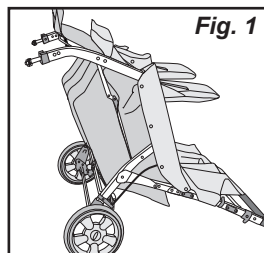
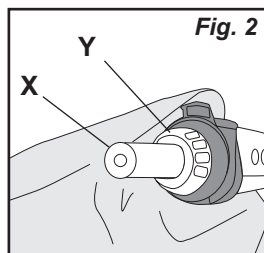
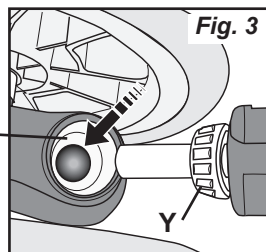

Fig. 1
Fig. 2
Fig. 3
1. Despliegue la carriola (A) en un suelo limpio, con el manillar hacia arriba (1) y el reposapiés delantero (2) en contacto con el suelo (Fig. 1).
2. Coloque el eje del tubo posterior (C) con el tubo de freno 3 hacia arriba y el extremo de montaje del eje trasero abierto hacia las patas traseras.
1. Alinee el orificio en la varilla del eje de la rueda trasera (B) con los orificios en conjunto del tubo del eje trasero (C). Deslice la rueda trasera con eje B en el conjunto del tubo del eje trasero (C) hasta el orificio la barra del eje trasero se alinea con el orificio en el tubo del eje trasero (Fig. 1).
2. Inserte el tornillo M6 x 34 mm (H) a través del tubo del eje trasero Conjunto (C) y varilla del eje trasero hasta que el tornillo salga por la parte inferior Conjunto del tubo del eje trasero (C) (Fig. 2).
3. Inserte la tuerca M6 (I) en el hueco de 6 lados en la parte inferior de tubo del eje trasero y con un destornillador Phillips, Atornille (H) girándolo hasta que quede apretado (Fig. 3).
2. Coloque la carriola en el suelo, las ruedas traseras y manubrio deben de quedar en contacto con el. (Fig. 1).
3. Reúne todas las piezas necesarias para el montaje. localizar M6 x 25 Tornillo de (K), arandela de seguridad (L), y la arandela plana (M) en la bolsa de piezas. Localiza Frente Montaje de la rueda (D).
4. Retire el material de embalaje protector del Frente Mensajes rueda (Fig. 2).
5. Mientras sostiene el poste frontal de la rueda de frente (D). Mientras el anillo de la rueda (Fig. 2) quede de frente y el cojinete (Y) dentro, inserte la rueda frontal en el eje (Fig. 3).
1. Tubo de la canasta trasero (G) con la curva (W) apuntando hacia abajo (Fig. 1).
2. Asegure el tubo de la cesta trasero en la silla de paseo por deslizando los extremos del tubo a la cesta trasera tubos en el lado del bastidor de silla de paseo hasta que los extremos entren en contacto con los botones del muelle (Fig. 1).
3. Pulse los botones ① del muelle y deslice los tubos de la cesta trasera ② hasta que los botones aseguren en los agujeros de la cesta trasera del tubo (Fig. 2).
4. Tire del tubo de la cesta trasera para verificar que esté bien sujeto ③ (Fig. 2).
Desenganche encaje (X) en la cesta de tela (Y), envuelva la tela baloncesto sobre la parte superior del tubo de la cesta (Z) y vuelva a colocar broches en la cesta de tejido (Fig. 3).
1. Alinee las flechas ubicadas en la parte inferior de la barra del brazo (Fig.1).
2. Empuje el poste de la barra del brazo (1) dentro del orificio en la base de la barra del brazo (2) hasta hace clic en su lugar. Repita en el otro lado (Fig. 2).
1. Mantenga presionado el botón de liberación (1) ubicado en la parte inferior del barra de brazo. Mientras mantiene presionado el botón de liberación, extraiga la barra del brazo para extraer desde un lado de la carriola (Fig. 3).
3. Asegure el tubo corto trasero del dosel (Y) empujando extremo del tubo del dosel en la ranura del retenedor del dosel (Z) ubicado en el exterior del mango cerca de la parte superior del asiento trasero (Fig. 2). Repita los pasos 2 y 3 para asegurar los tubos del dosel en otro lado de la carriola.
4. Asegure la parte posterior del dosel trasero (F).
- Doblar el panel posterior del dosel hacia adelante, ① tirar tubo del dosel trasero hacia atrás y acople el dosel tela sobre el mango tubo de soporte con tela cierres de velcro ② (Fig. 3).
2. Enhebre el cierre de velcro a través de lazo cosido en el borde trasero del dosel, doblar el lazo cosido y presionar la correa juntos (Fig. 3). Repita para otro sujetador.
Alinee la lengüeta de resorte (2) del dosel delantero (P) a través de la abertura del reposabrazos de tela y dentro del retenedor del dosel (3). El techo se bloquea en su lugar con un clic. Repita para ambos lados (Fig. 1).
Nota: Para retirar las marquesinas frontales, presione la lengüeta de resorte (2) hasta que se libere del retenedor de la marquesina (3). Si la lengüeta no se suelta fácilmente, puede usar un destornillador recto o una herramienta equivalente para presionar la lengüeta (Fig. 1).
1. Una vez que el dosel esté conectado y desplegado, necesitará presionar hacia abajo (1) en el bloqueo del dosel para asegurarse de que esté en la posición bloqueada (Fig. 1). Para liberar el bloqueo del dosel, simplemente empuje hacia arriba.
2. Para plegar las marquesinas delanteras, asegúrese de que el seguro esté en la posición desbloqueada y luego doblar. (Fig. 2).
1. Coloque el cochecito en el suelo con las ruedas delanteras y los reposapiés delanteros hacia abajo, en contacto con el suelo (Fig. 1).
3. Ubique la correa de retención en un lado del cochecito (Figura 1). Empuje hacia abajo el asa del cochecito y desenganche. Pestillo de la correa de retención deslizando el pestillo hacia abajo para que la carriola la clavija se alinee con el orificio más grande del pestillo (Fig. 2).
4. Deslice el pestillo de la clavija del cochecito (Fig. 3).
2. Empuje hacia abajo el botón rojo a la derecha ① lado y luego deslice Tanto Fold bloqueo de lanzamiento Botón por las dos caras hacia el mango agarre para desbloquear ② (Fig. 1).
3. Mientras sostiene seguro de prensa se bloquean, empujar hacia adelante en el mango de plegar el cochecito ③ (Fig. 1).